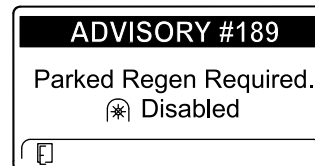

Figura 67
- Dacă nu efectuai o regenerare în stare de parcare în decurs de 2 ore, InfoCenter afiează regenerarea în stare de parcare necesară - priză de putere dezactivată ADVISORY #189 (recomandarea nr. 189 (Figura 67)).